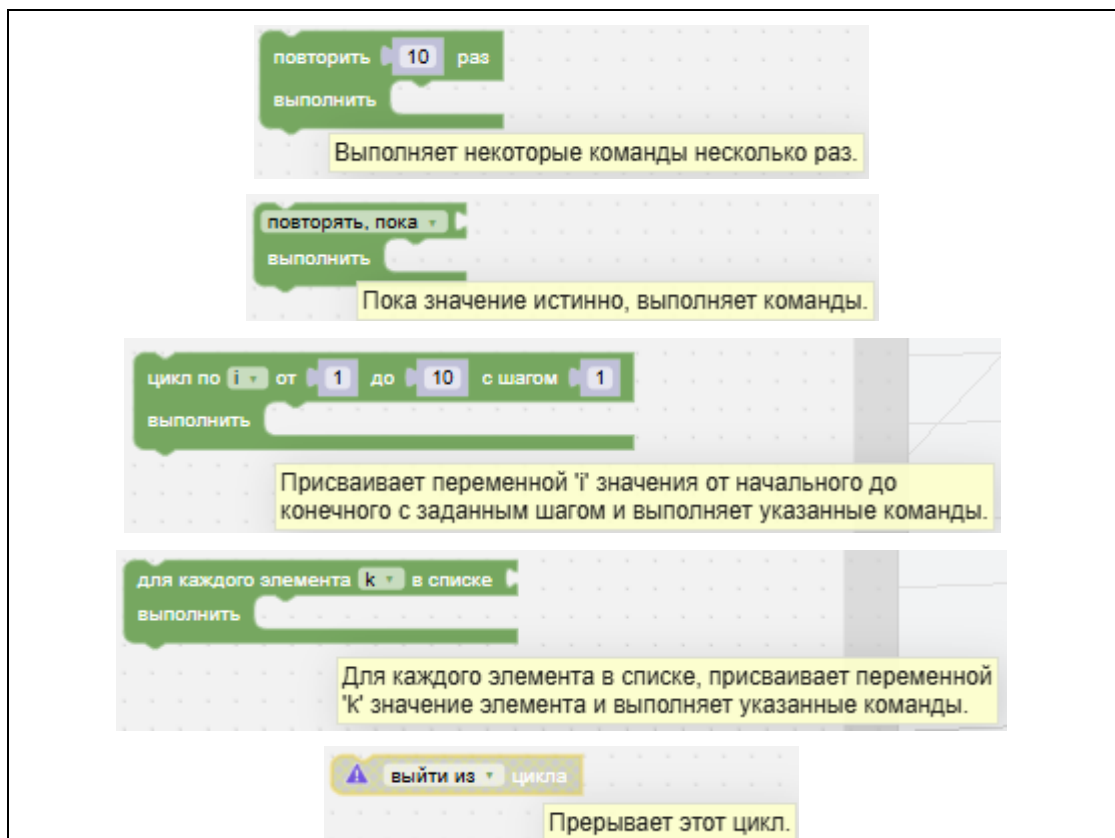

Рисунок II-23 – Блоки «Циклы»
- д) блоки «Циклы» – многократное повторение определенных действий (команд) (см. Рисунок II-23);